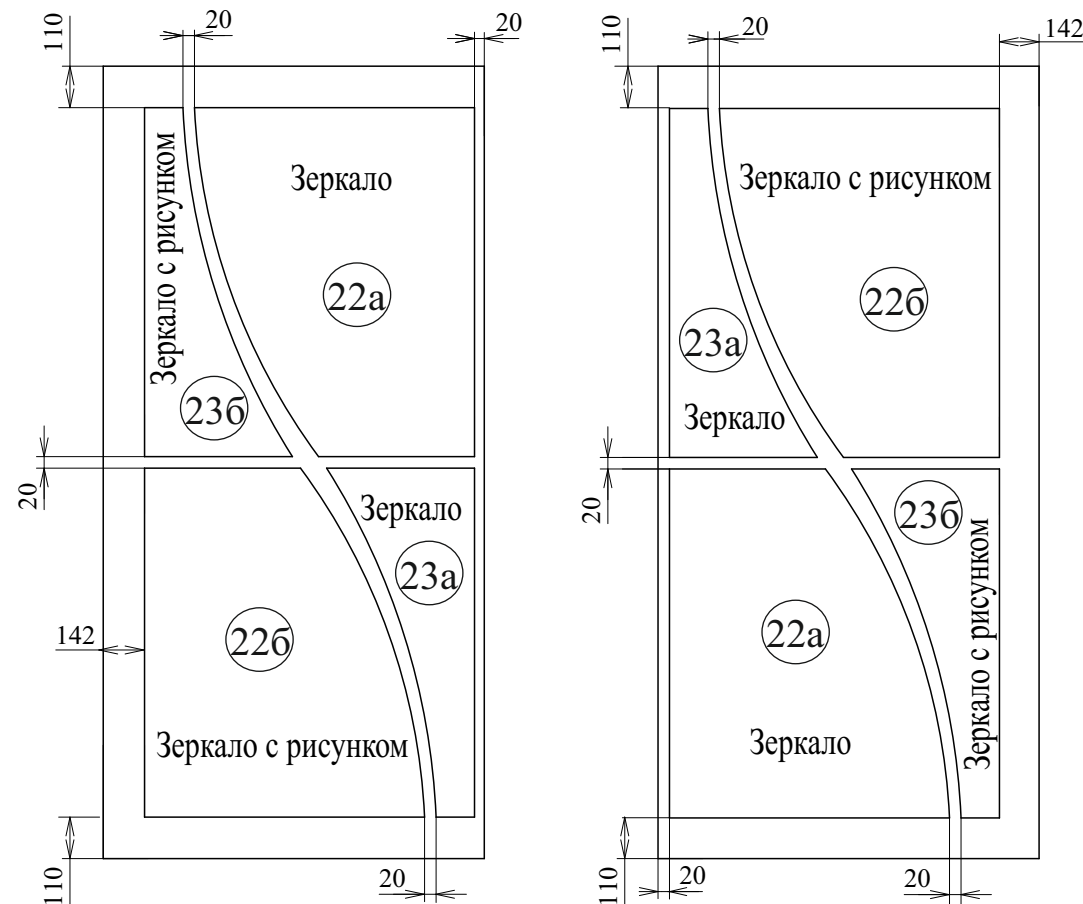

Рис.10
14. Поклейку следует начинать с зеркала 22б, приставив ближний к краю торец зеркала к поверхности двери. Спозиционировать ближний к краю угол так, чтобы зеркало закрывало отметку на поверхности двери (воспользуйтесь шаблоном 18). Затем, зафиксировав рукой торец зеркала на поверхности двери, медленно опускать зеркало до соприкосновения с поверхностью, контролируя, чтобы зеркало опускалось параллельно краю двери. **Внимание!!! Особо следить за ровностью поклейки, т.к. разделение двери и зеркала - очень трудоемкий процесс.** Далее следует приклеивать зеркала 22а, 23а и 23б по той-же технологии, по отметкам, прокладывая шаблон ДВП между зеркалами согласно рис.10. Подобным же образом поклеить зеркала на вторую дверь-купе.